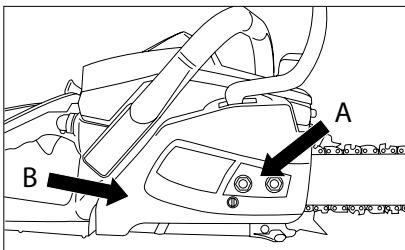

Fig. 5
3. Slăbiți ambele piulițe (A) de fixare a lamei și capacului de protecție. Scoateți capacul de protecție împreună cu maneta de frână a lanțului (B) (Fig. 5).